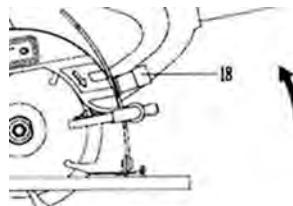

fig.1 - ajuste de la profundidad de corte
Para ajustar la profundidad de corte (fig. 1), suelte la palanca de la base (18) de acuerdo a lo deseado.